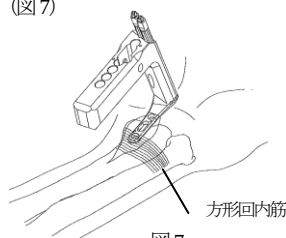

図7
- 7) ターゲティングガイドを把持し、プレートを方形回内筋の下に滑り込ませ、プレートを骨面にあてがいます。(図7)